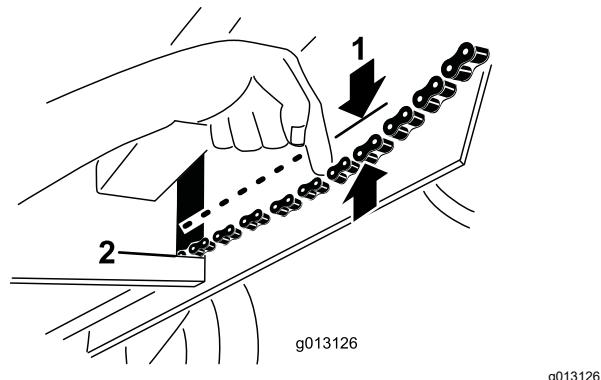

Bild 26
- Ziehen Sie jede Kette in der Nähe der Öffnung im Rahmen mit einer Kraft von 4,5 kg nach unten (Bild 26). Wenn eine Kette die Unterseite der Öffnung im Rahmen berührt, muss sie wie folgt angezogen werden: